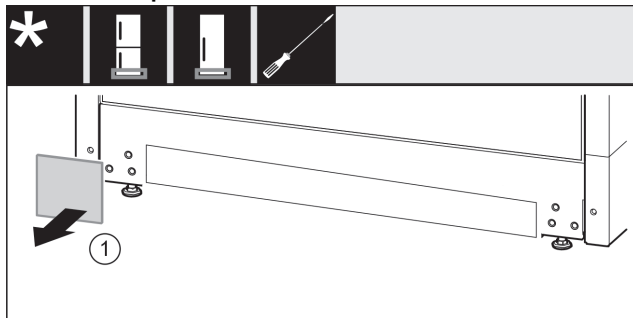

Fig. 12
- ▶ Retire la cubierta. Fig. 12 (1)